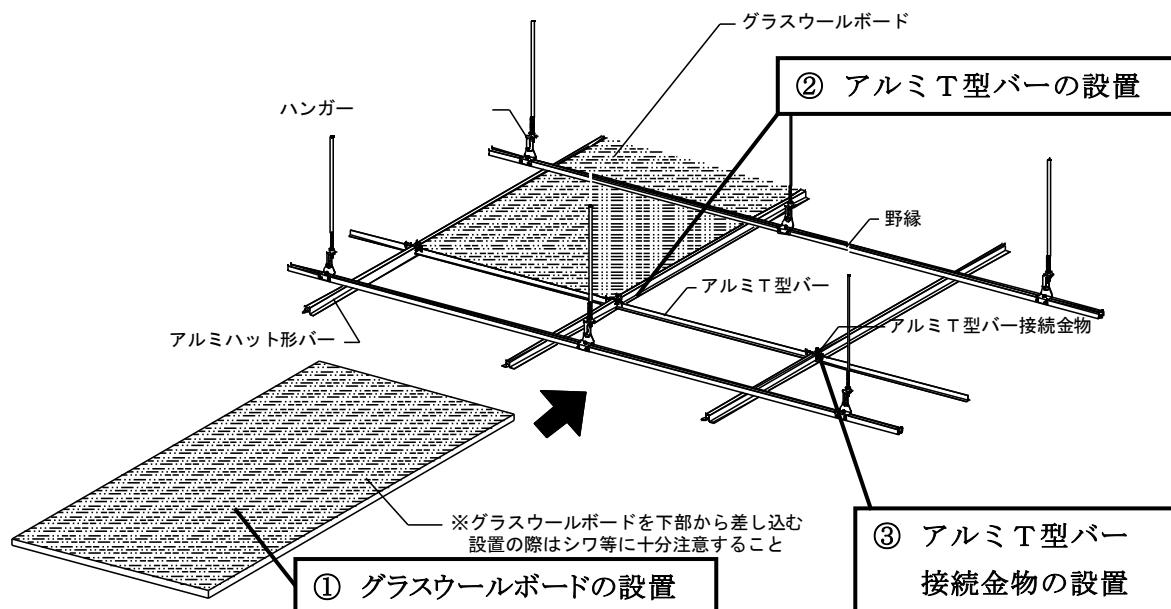

図 2-12-2 グラスウールボードの設置手順
グラスウールボードの設置手順については、アルミT型バーの通りを確認しながら①～③の流れで順次設置すること。(図 2-12-2 参照)